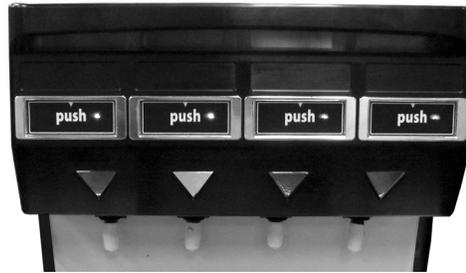

Figure 11. Boutons de distribution
2. Fermez la porte. Appuyez sur le bouton de distribution (Figure 11) et maintenez-le enfoncé jusqu'à ce que de l'eau claire s'écoule de la buse de distribution.